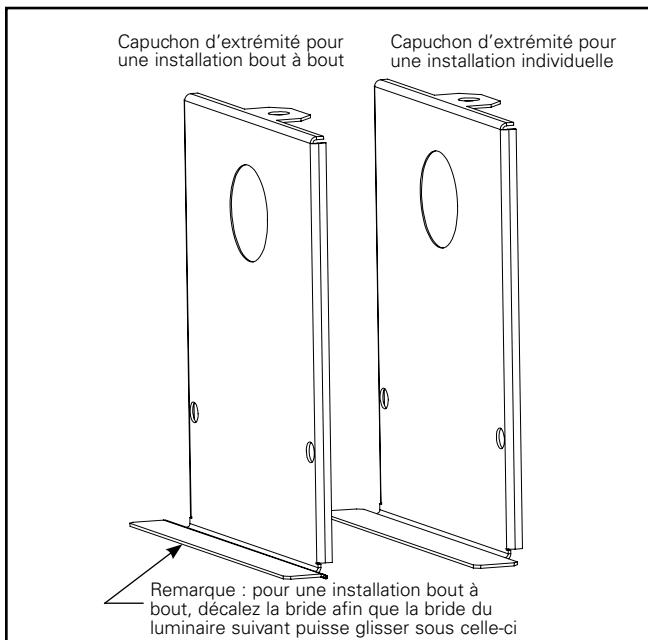

Figure 2.
- Déterminez ensuite si le luminaire sera installé individuellement ou bout à bout avec d'autres luminaires. Si le luminaire est installé individuellement, les capuchons d'extrémité les plus éloignés de la plaque d'accès doivent être remplacés par les capuchons d'extrémité pour cloison sèche du luminaire individuel. Si les luminaires sont installés bout à bout, les capuchons d'extrémité doivent être remplacés par les capuchons d'extrémité prévus à cet effet. Voir les figures 2 et 3.